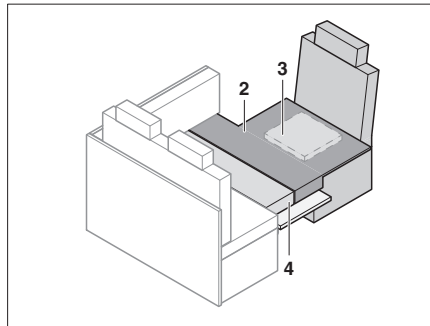

Fig. 182 Después de la transformación
- Colocar el cojín adicional cómo se muestra en Fig. 182.